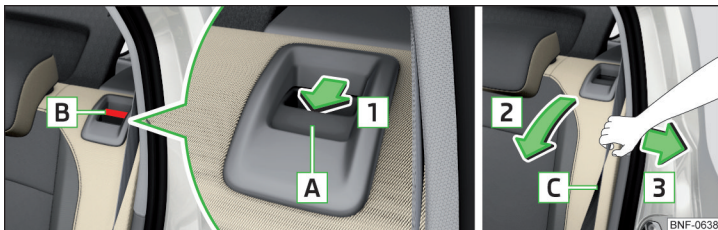

Fig. 52 Fremklapning af ryglæn / Sådan trækkes selen mod sidebeklædningen.
- Tryk udløsergrebet **A** i pilens retning **1**, og klap ryglænet i pilens retning **2** » Fig. 52.
- Træk sikkerhedsselen **C** mod sidebeklædningen i pilens retning **3** » Fig. 52.